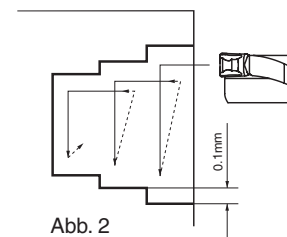

Abb. 2
- Beim Verbreitern der Planstechnut (siehe Abb. 2) Wenden Sie das „Stufendrehen“ an. Beginnen Sie dann mit dem Schlichten.